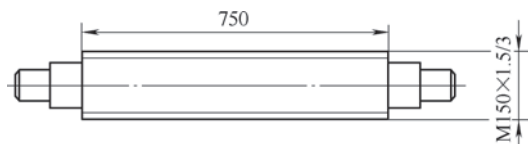

图 3
(3) 加工小螺距多头螺纹胶辊。该胶辊螺距为0.5mm，螺纹为三个头的60°三角螺纹，如图3所示。加工时，先在外圆磨上磨好外径，再在车床上分三次走刀将螺纹磨出。